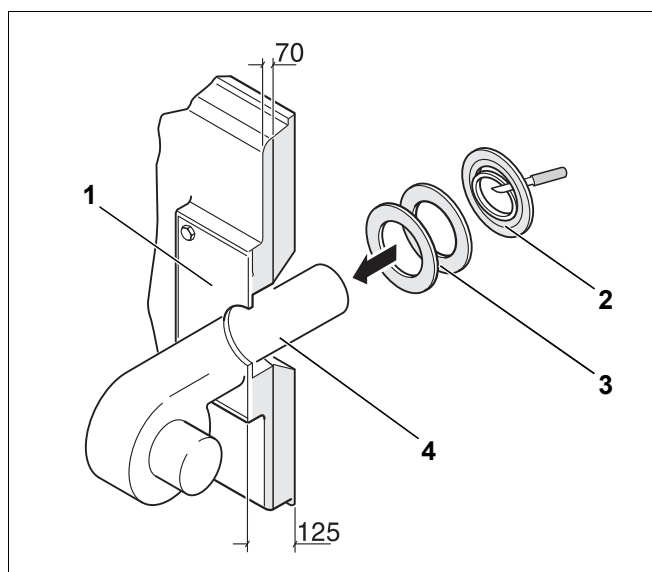

Рис. 28 Монтаж горелки
- ▶ В пластине под горелку (рис. 28, [1]) просверлите или вырежьте автогеном отверстие, соответствующее диаметру трубы горелки (Ø макс. 270 мм).
- ▶ Вырежьте изолирующие кольца в соответствии с диаметром трубы горелки (рис. 28, [2]).
- ▶ Уложите в щель между теплоизоляцией дверцы горелки и трубой горелки (рис. 28, [4]) соответствующие изолирующие кольца (рис. 28, [3]).